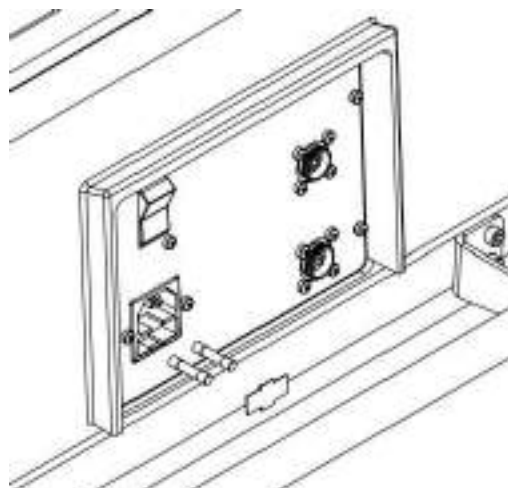

Figura 217 – Fusíveis 10A – Tipo F 20 AG
- Retire o fusível para fora e coloque o novo, conforme figura 217.